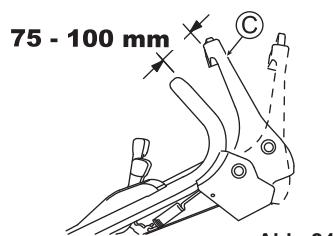

Abb. 24
Nehmen Sie die Justierung so vor, dass die Klinge sich zu drehen beginnt, wenn der Abstand zwischen dem Klingenhebel (C) und dem Griff 75 - 100 mm beträgt und der gelbe Knopf, wie in Abb. 24 dargestellt, gedrückt ist.